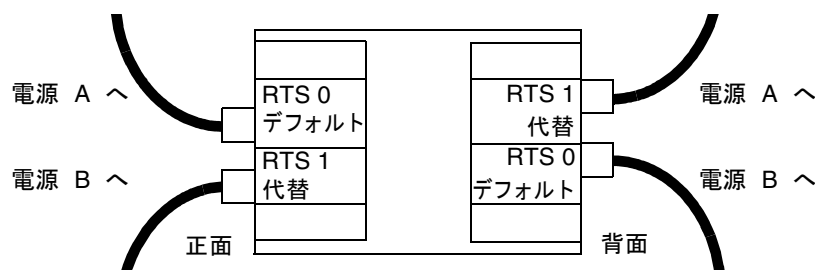

図 3-1 2つのRTUアセンブリおよび2つの独立したAC電源での構成
- 2つのRTUアセンブリおよび2つの独立したAC電源を使用する構成では、システムの正面に2本、背面に2本の計4本のケーブルを接続します (図3-1)。